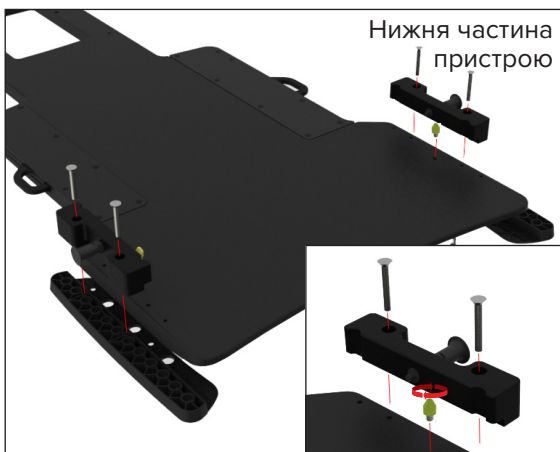

Рис. 2
2. Встановіть жовтий конусний позиційний перехідник безпосередньо на нижню частину пристрою (по одному з кожного боку). (Рис. 2 і 2а)
Рис. 2а